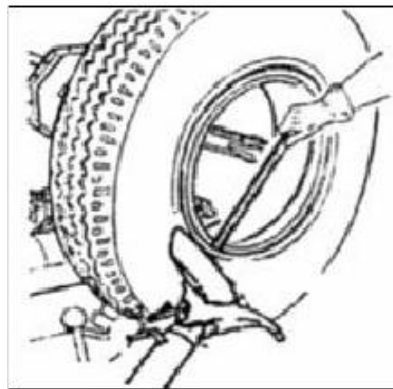

Рис. 23
- 5) Повторите данную процедуру, но в этот раз переместив диск к разрезному кольцу, по окончании процедуры запорное кольцо не будет освобождено. Снимите его при помощи монтировки или диска отжима борта - Рис. 23.